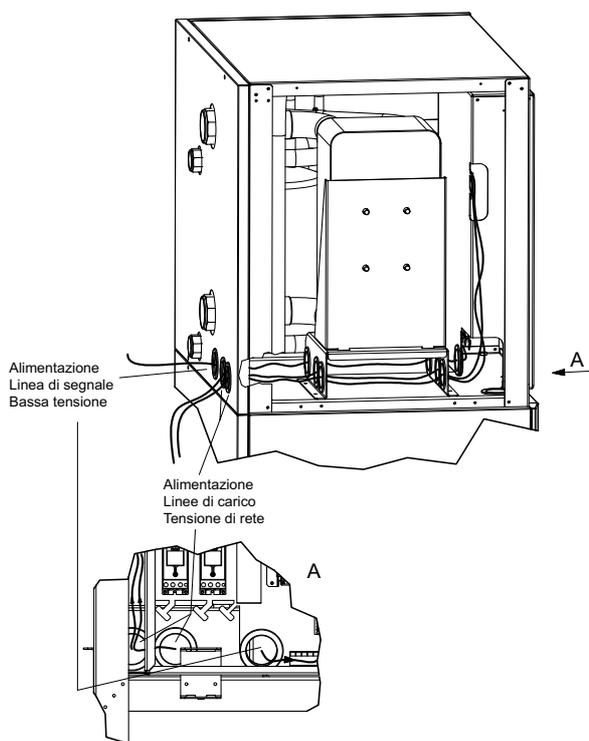

Fig. 7.4: Ingresso cavi quadro di comando
**Durante le operazioni di allacciamento del quadro di comando occorre tenere presente che le linee di carico e le linee di segnale devono essere introdotte separatamente nel quadro di comando. A questo proposito utilizzare gli appositi ingressi sul quadro di comando (vedere Fig.7.4 on pag. 9).**